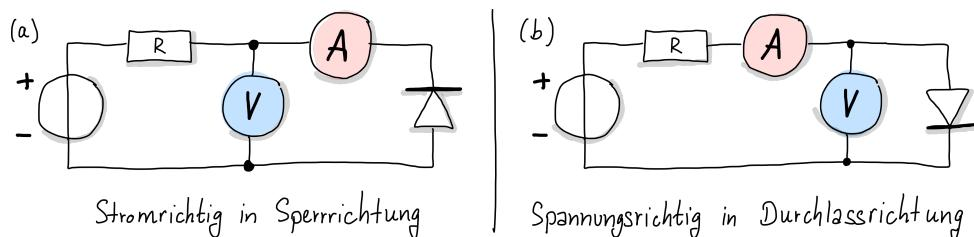

Abbildung 4: Beschaltung zur Messung der Kennlinie eines Widerstands. Links ist die stromrichtige und rechts die spannungsrichtige Beschaltung gezeigt.
an. Für die Messung der $I(U)$ -Kennlinie benötigen wir die gleichzeitige Messung von Strom und Spannung und müssen beide Geräte an den Schaltkreis anschalten. Hierfür gibt es zwei Möglichkeiten, wie in Abbildung 4 dargestellt. Je nachdem wie hoch die Innenwiderstandswerte in den Messgeräten im Vergleich zum Widerstandswert der Diode sind, sollte entweder eine *strom- oder spannungsrichtige* Beschaltung gewählt werden.
1. Ist die Diode in **Sperrrichtung** geschaltet, wird die Messung *stromrichtig* durchgeführt, wie in Abbildung 4(a) dargestellt, D.h. der gemessene Strom ist exakt der Strom durch die Diode. Der Spannungsmesser dagegen misst nicht exakt den Spannungsabfall über der Diode, sondern den Spannungsabfall über der Serienschaltung von Diode und Strommesser. In Sperrrichtung hat die Diode einen sehr hohen Widerstand und es kommt zu einer sehr geringen Stromstärke. Würde man in diesem Fall *spannungsrichtig* messen, so würde der Strom durch Diode und durch Spannungsmessgerät gemessen werden, wobei beide einen ähnlichen Widerstandswert aufweisen und das Ergebnis mit einem größeren Fehler behaftet wäre. Da bei kleinen Stromstärken der Spannungsabfall am Strommesser (Innenwiderstand sehr klein) aber fast zu vernachlässigen ist, macht man bei der *stromrichtigen* Schaltung der Messgeräte bei der Spannungsmessung keinen großen Fehler.
2. Ist die Diode in **Durchlassrichtung** geschaltet, wird die Messung *spannungsrichtig* durchgeführt, wie in Abbildung 4(b) dargestellt. D.h. die gemessene Spannung entspricht exakt dem Spannungsabfall über die Diode. Der Strommesser dagegen misst nicht exakt den Strom durch die Diode, sondern den Strom durch die Parallelschaltung von Diode und Spannungsmesser. In Durchlassrichtung hat die Diode einen geringen Widerstand und trägt signifikant zur Stromstärke bei. Würde man in diesem Fall *stromrichtig* messen, so würde die Spannung, die sowohl an Diode als auch Strommessgerät mit vergleichbaren Widerstandswerten abfällt, gemessen werden und der Messfehler wäre größer. Da aber der Strom durch den Spannungsmesser (Innenwiderstand sehr groß) fast zu vernachlässigen ist, macht man bei dieser Art der *spannungsrichtigen* Schaltung der Messgeräte bei der Strommessung keinen großen Fehler.